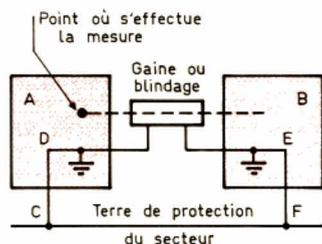
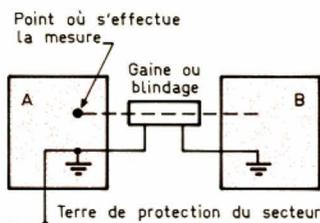

Figure 1
Figure 2
Les sondes dites « atténuatrices » (elles divisent la sensibilité par 10) visent à augmenter l'impédance d'entrée, et, surtout, à réduire la capacité. Les modèles les plus simples adoptent la structure de la figure 1 avec une résistance R de $10\text{ M}\Omega$. Si R_0 et C_0 se rapportent à l'entrée de l'oscilloscope, et si C_c désigne la capacité répartie du coaxial,
Diverses raisons, dont l'analyse nous entraînerait trop loin, limitent encore la bande passante d'une sonde comme celle de la figure 1 à une trentaine de mégahertz. On peut faire nettement mieux à l'aide de la compensation plus élaborée de la figure 2. Celle-ci, utilisée par exemple dans les sondes qui équipent l'oscillos-
fréquence-mètre, etc. Si les deux appareils ont des boîtiers métalliques, et munis chacun d'une terre de protection (fil jaune et vert) comme il se doit, nous aurons le raccordement de la figure 1.
– L'appareil à contrôler reste à la terre comme il se doit, alors que l'appareil de mesure sera alimenté par un transformateur de séparation secteur 220 V/220 V. La carcasse de l'appareil de mesure étant reliée à la masse générale (terre de protection secteur) par l'intermédiaire de l'appareil à contrôler, on aura donc le raccordement de la figure 2. A noter que les appareils de mesure modernes bénéficient de la double isolation, et que leur mise à la terre de protection est supprimée. Nous sommes donc ramenés au cas ci-dessus sans transformateur de séparation.